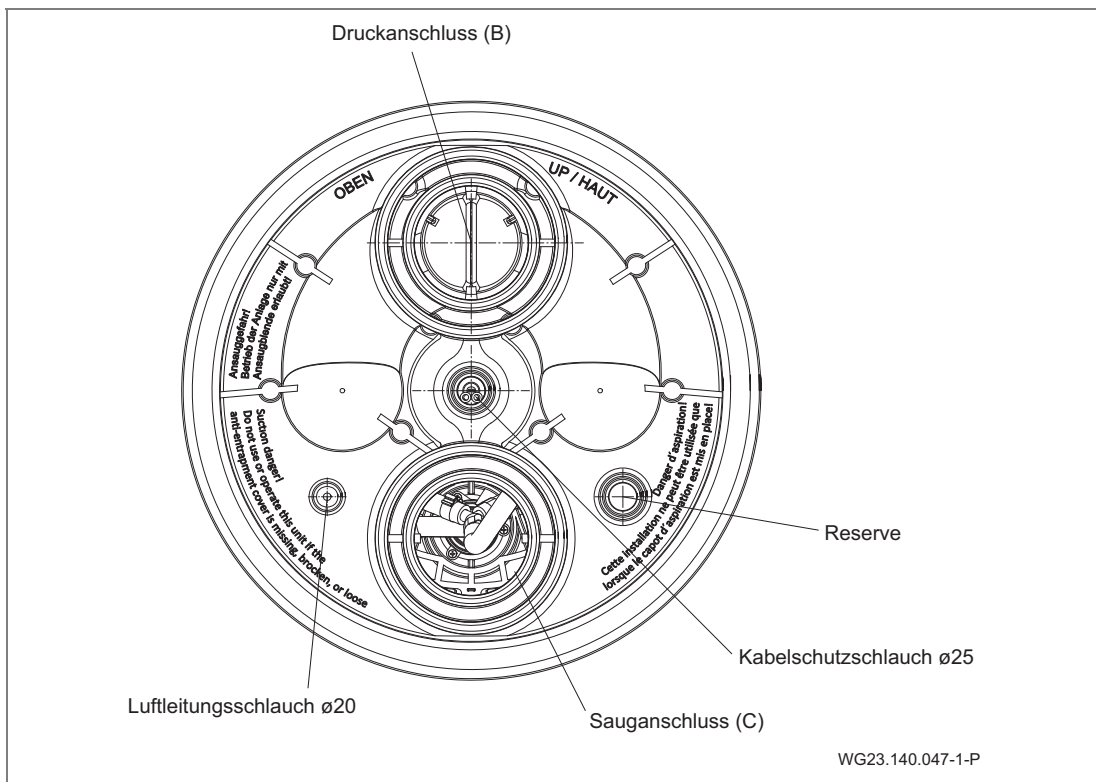

Abb. 15
1. Einkleben des Kabelschutzschlauches und des äußeren Luftleitungsschlauches. (Abb. 15)